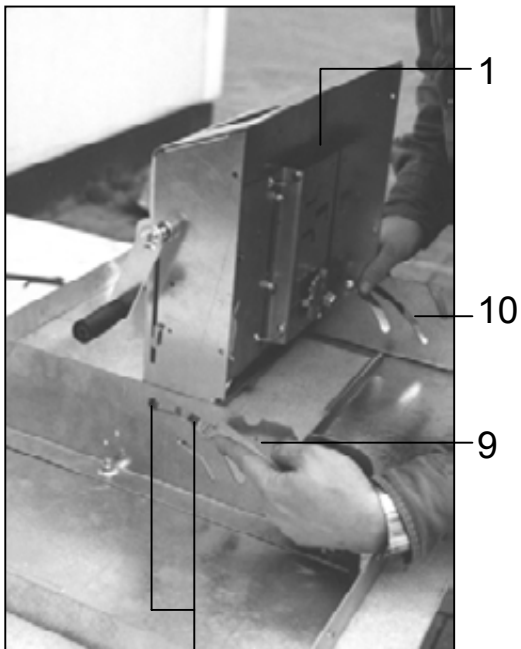

Abb. 10 A
- Ölen Sie die Führungsteile (A in Abb. 10) leicht ein
- Lightly oil the guiding parts (A in Fig. 10).
- Huilez légèrement les pièces de guidage (A de la figure 10)
- Olie de geleidingsdelen (A in afb. 10) licht.
- Aceite ligeramente la piezas de guía (A en la Fig. 10).